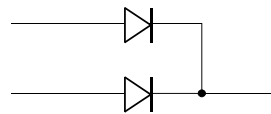

Abb. 4 Diodenschaltung
12. Was soll diese Schaltung (Abb. 4) leisten? Wird sie richtig funktionieren? Schlagen Sie ggf. eine Abhilfe vor.